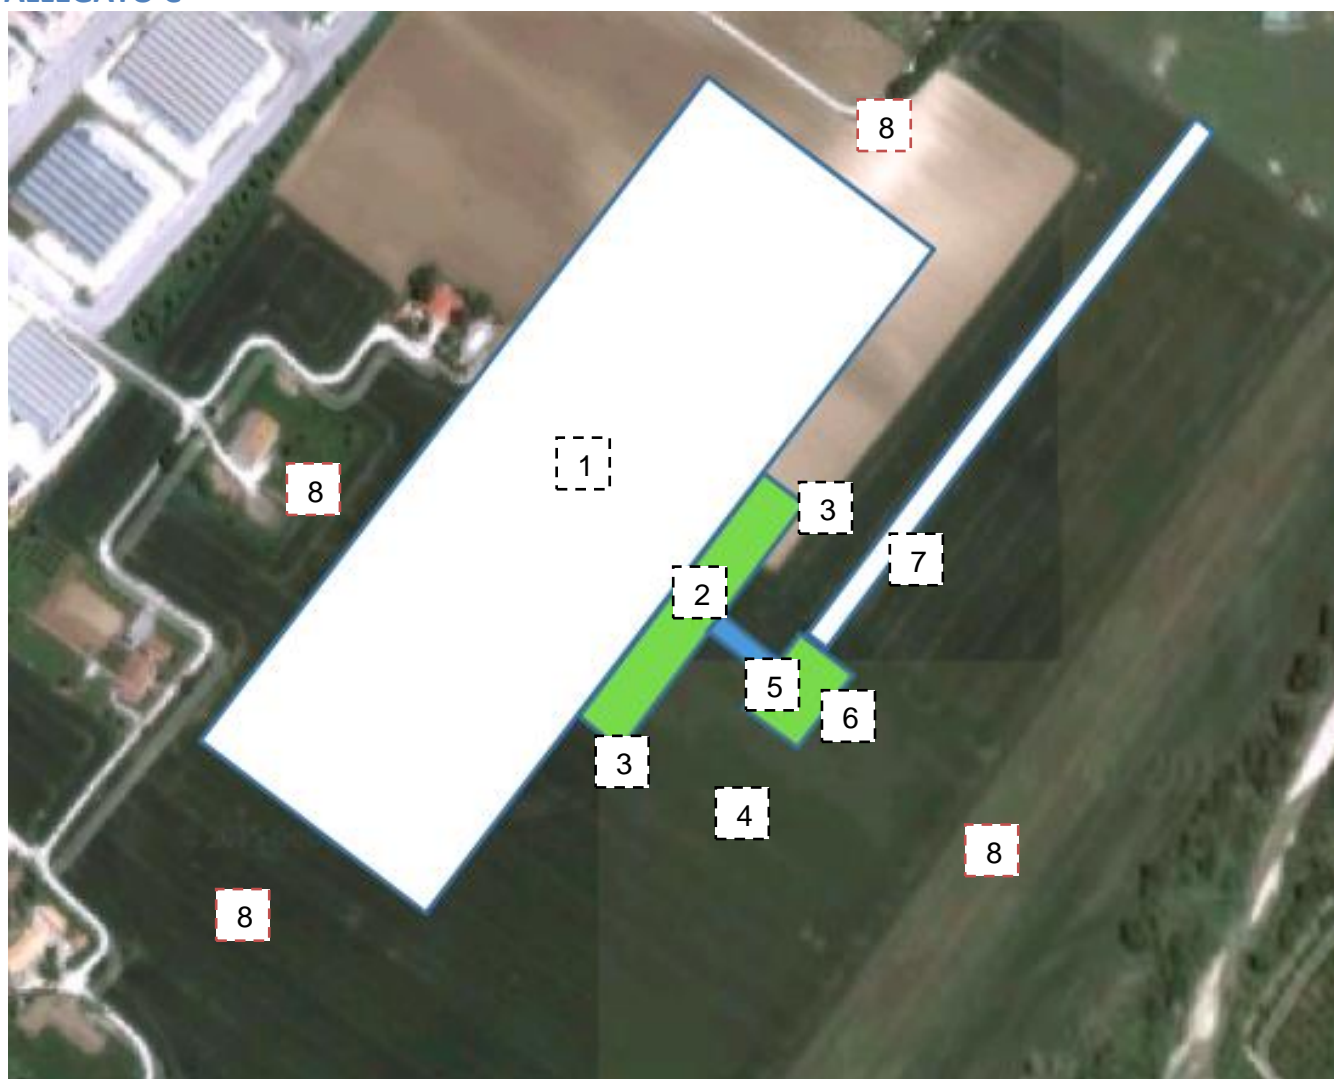

Figura 3-layout campo di volo
Il volo degli aeromodelli dovrà avvenire sempre all'interno della zona ad essi designata (vedi ALLEGATO B Figura 3-layout campo di volo); qualora gli elimodelli eseguano manovre in volo traslato (non stazionario) dovranno rispettare le stesse regole e spazi di volo degli aeromodelli.
- UTILIZZARE ESCLUSIVAMENTE LO SPAZIO AEREO RISERVATO ALL'ATTIVITA' (VEDASI PIANTINA Allegato C Figura 3-layout campo di volo);